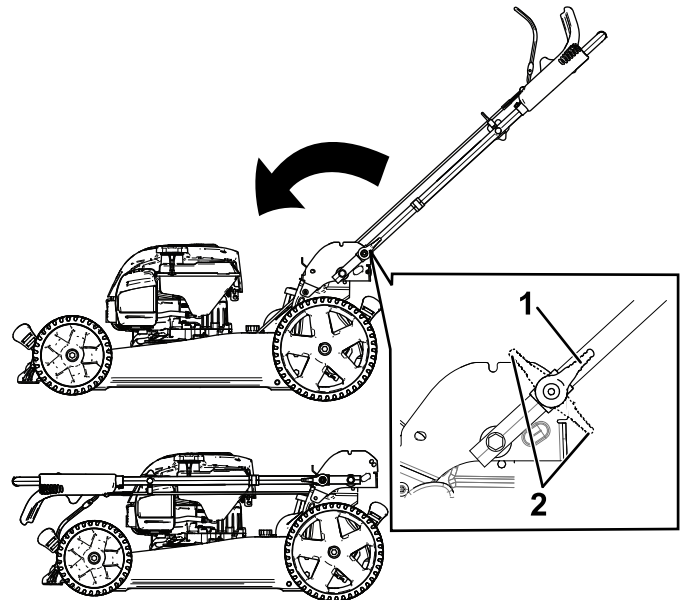

Figura 21
3. Disinnestate i fermi delle stegole (Figura 21).
4. Piegate la maniglia completamente in avanti (Figura 21).